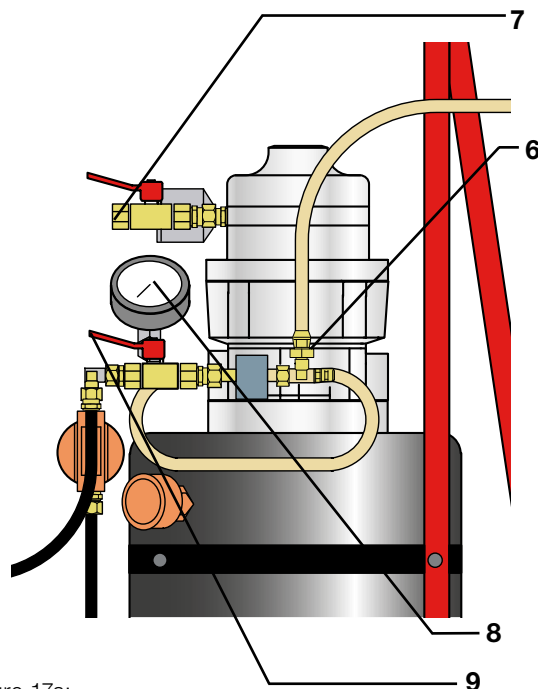

Figure 17a:
9.2 REMPLISSAGE D'HUILE ET PURGE (FIG. 17A ET 17 B)